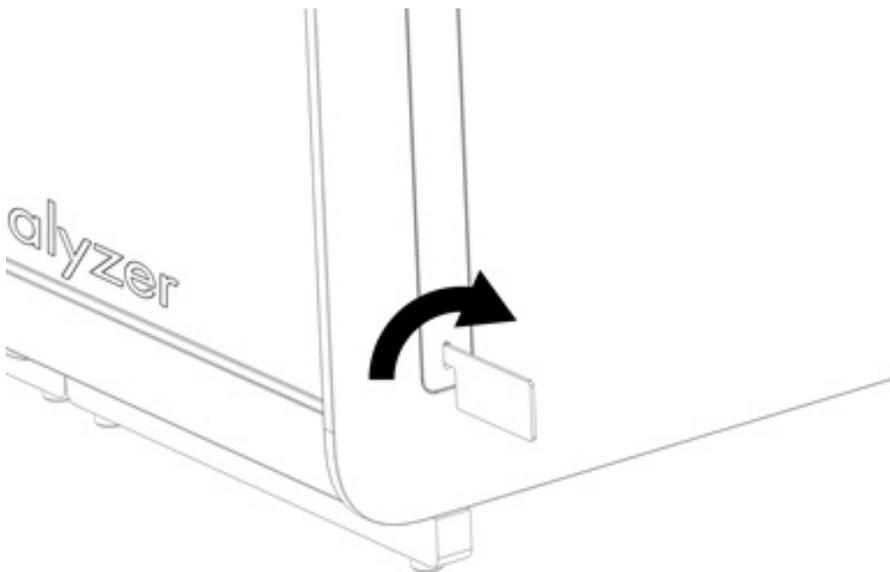

Figure 15. Retrait des capots de protection.
3. Retirez les capots de protection sur le côté du module analytique à l'aide de l'outil de retrait des capots de protection fourni avec le QIAstat-Dx Analyzer 1.0 (Figure 15).